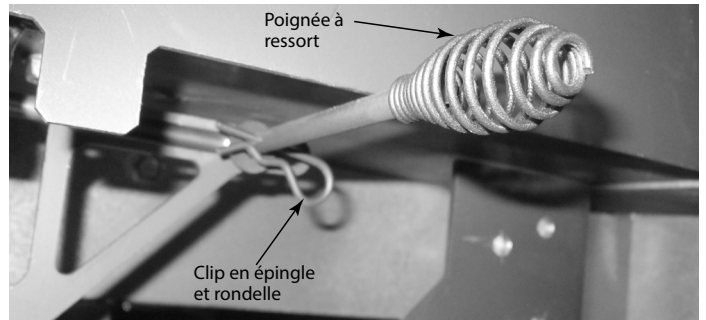

Figure 4.28 Démontage de la poignée à ressort
3. Retirez la poignée à ressort en la tournant vers la gauche et en la tirant. Tenez bien la tige pendant cette opération. Voir la figure 4.28.
4. Tirez et retirez le clip en épingle à cheveux et la rondelle sur la tige. Voir la figure 4.28.